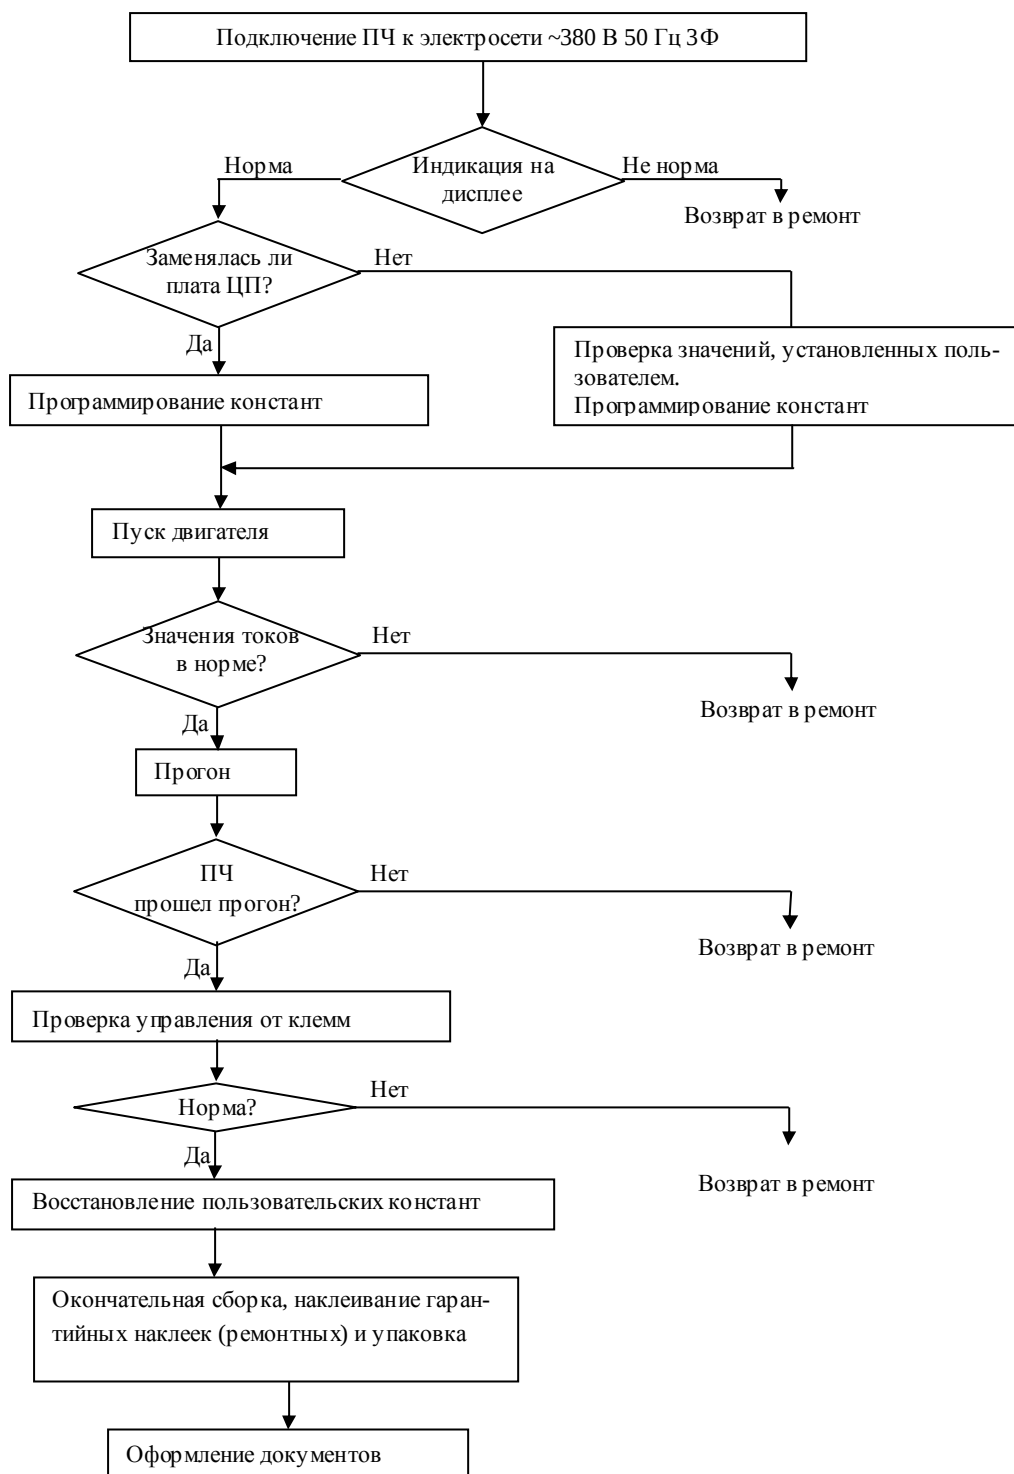

Рис. 8.1 Блок-схема выходного контроля
8.1. Блок-схема выходного контроля преобразователей частоты Е2-8300-025Н, -030Н приведена на рис.8.1.